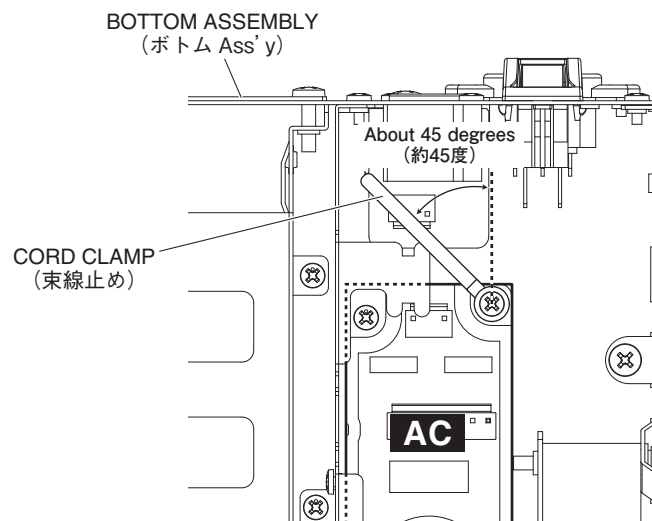

Fig. 4 (図4)
* **When installing the AC circuit board, cord clamp in the slope like the Fig. 4. (About 45 degrees)**
※ AC シートを取り付ける際は、束線止めを図 4 のような傾きで取り付けてください。(約 45 度)